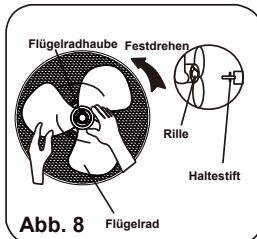

Abb. 8 Flügelrad
2. Stecken Sie nun das Flügelrad auf die Motorwelle und achten Sie dabei darauf, dass der Stift der Motorwelle in die Rille des Flügelrades gleitet. Fixieren Sie anschließend das Flügelrad mit Hilfe der Flügelradhaube, indem Sie sie gegen den Uhrzeigersinn festziehen. (Abb. 8)